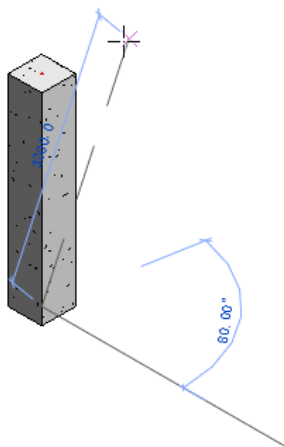

图 5-19 拖曳柱
(3) 拖曳斜结构柱上的控制点，在视图中显示柱的高程和倾斜角度，如图 5-19 所示，拖曳控